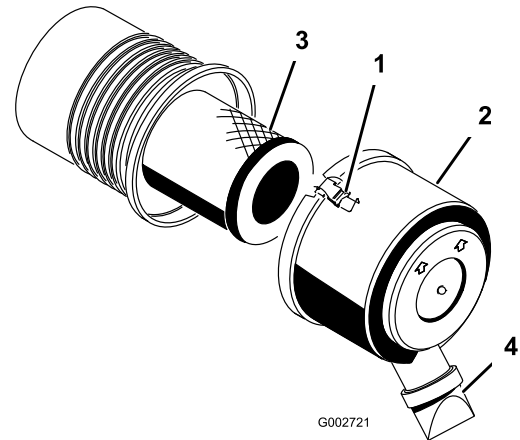

Bild 18
1. Lösen Sie die Laschen, mit denen die Abdeckung am Luftfilterkörper befestigt ist (Bild 18).